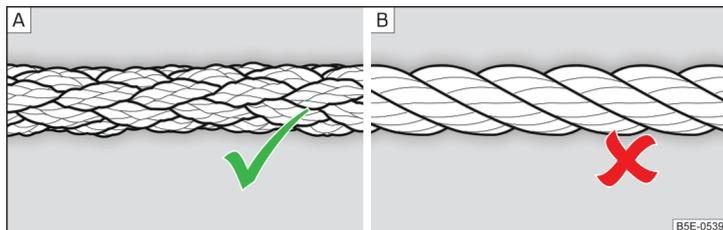

Fig. 189 Cable para remolcar trenzado / Cable para remolcar en espiral
Para remolcar debe utilizarse un cable para remolcar trenzado » fig. 189 - A.
- Para remolcar no debe utilizarse ningún cable de remolque en espiral » fig. 189 - B, la argolla de remolque puede desenroscarse en el vehículo. - ¡Existe peligro de accidente!